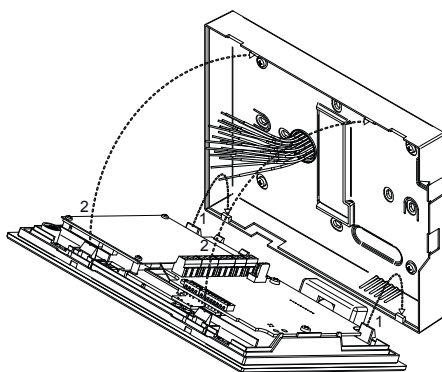

Fig. 11
4. Effettuare le connessioni con l'ausilio di un giravite piatto e le configurazioni dei dip-switches come da schema di collegamento fornito a corredo o come da foglio di istruzioni quindi fissare la parte frontale del videocitofono al coperchio posteriore come mostrato in **Fig. 11**: agganciare prima la parte inferiore quindi la parte superiore fino allo scatto di aggancio;